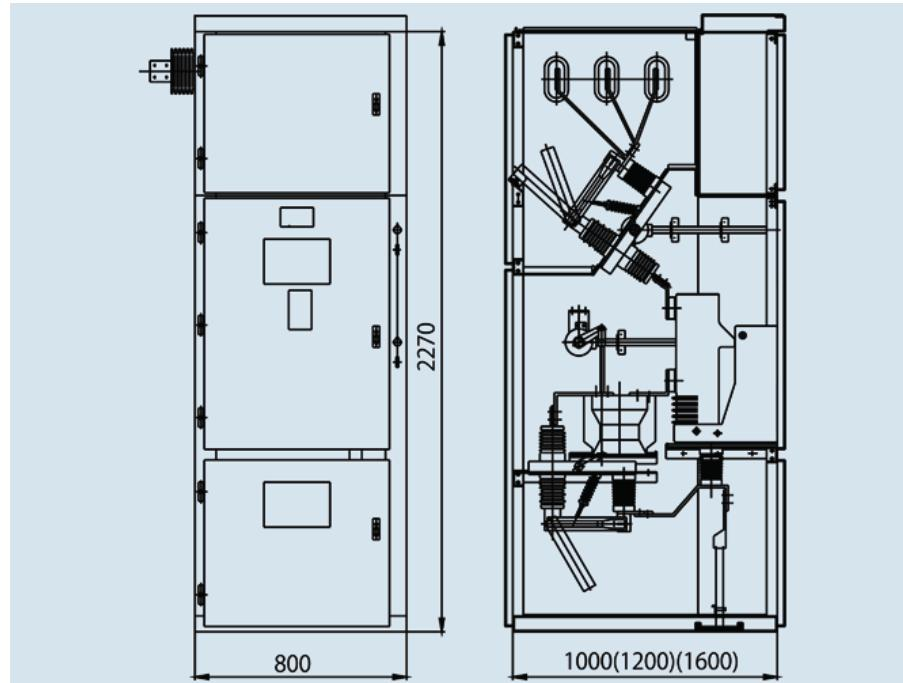
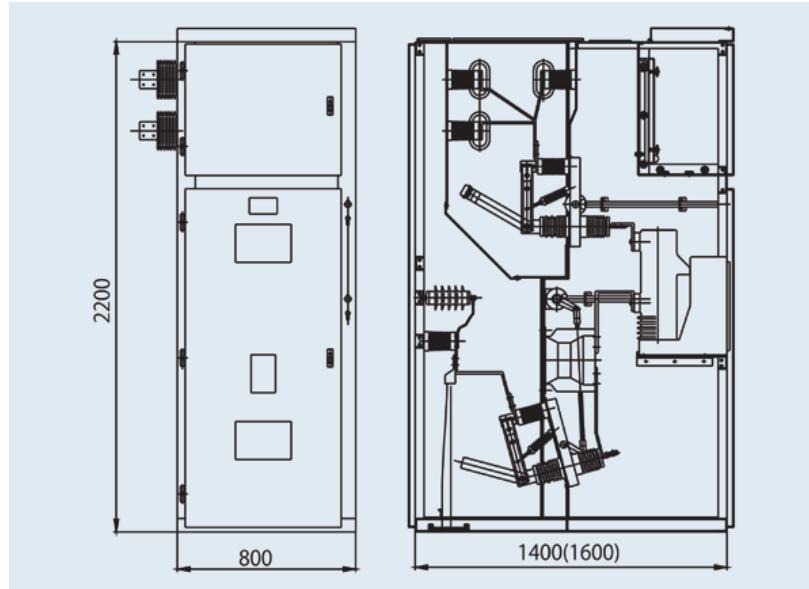

Рис. 6.1 Внешний вид и конструкция
Рис. 6.2 Внешний вид и конструкция
6.1 Внешний вид и конструкция (см. рис.6.1, рис. 6.2).